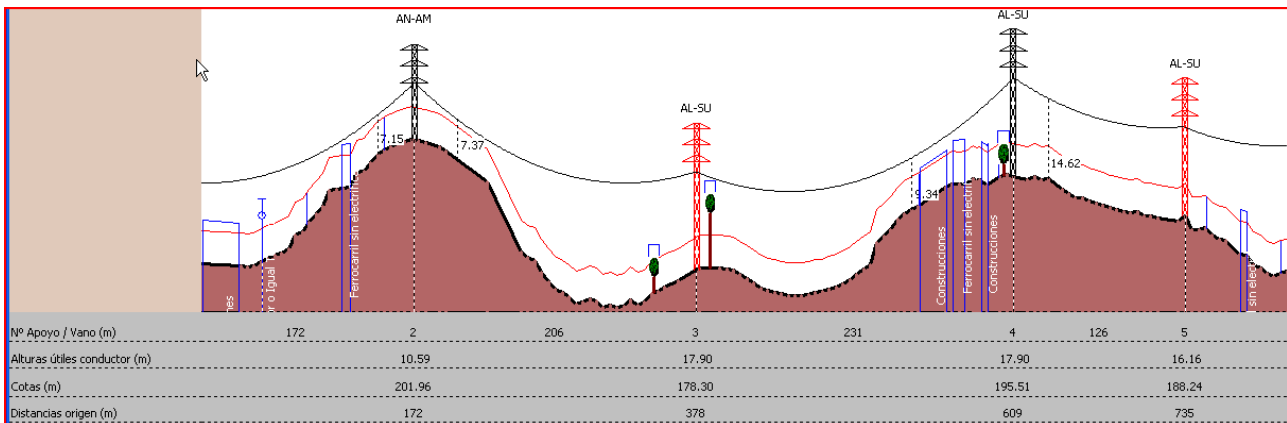

Figura 5.86. Información topográfica de los apoyos
- **Información topográfica**, en esta zona de la ventana de *trazado de la línea* (Figura 5.57) tenemos la siguiente información (Figura 5.86), el número de apoyo y longitud de vano en la primera línea, las alturas útiles de los conductores de cada apoyo en la segunda, cotas de cada apoyo en la tercera y las distancias a origen en la cuarta. Todas las distancias en metros.